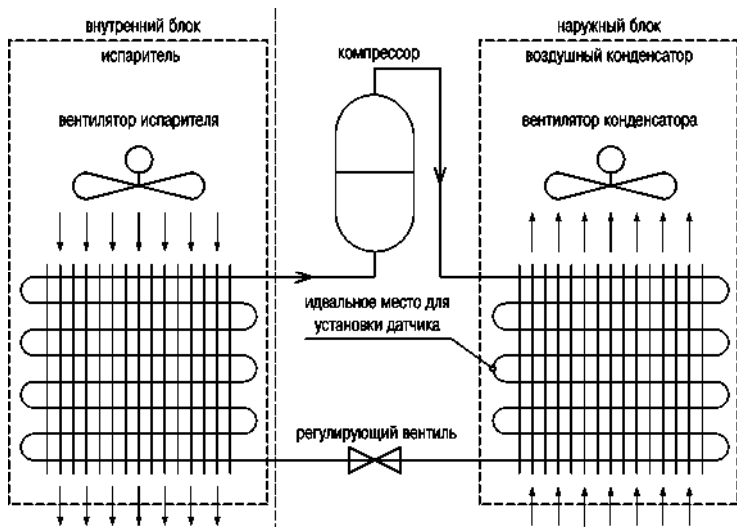

Рисунок 5.1
5.3 Определить место для установки датчика. Датчик следует устанавливать посередине фреонопровода воздушного конденсатора, т. е. на среднем калаче (соединителе прямых отрезков трубопровода), см. рисунок 5.1.